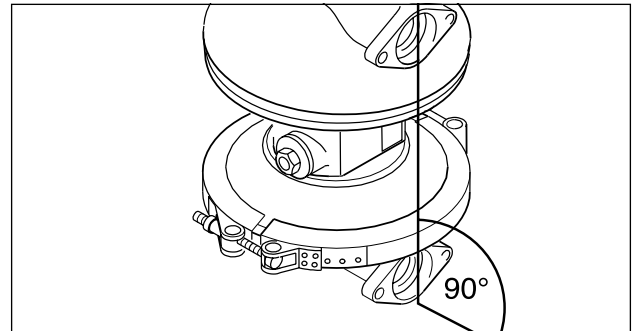
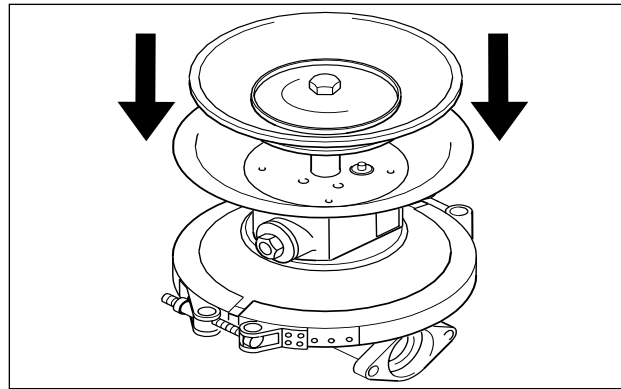

Fig. 7: Alineación de las cámaras de la bomba
Fig. 15: Montaje de la segunda cámara de la bomba
Si se utilizan sensores de rotura de diafragma, el suministro de aire se puede interrumpir cuando se produce una fuga. Las conexiones eléctricas pueden consultarse en el diagrama eléctrico que figura (fig. 7).
- Ensamblaje de la cámara de bombeo: Montar la membrana y fijarla atornillando el disco exterior de membrana con el par de apriete indicado en “Pares de apriete”, sección 11. Las cámaras de bombeo se han de montar siempre con la membrana en posición de aspiración (pressionando el disco de membrana hacia dentro, hacia la cámara de aire) (Fig. 15). Atornille la cinta de sujeción o la brida de montaje. Monte la segunda membrana siguiendo el procedimiento análogo. Tienen que estar alineadas las superficies de contacto de las bridas de la carcasa de la bomba (Fig. 7).